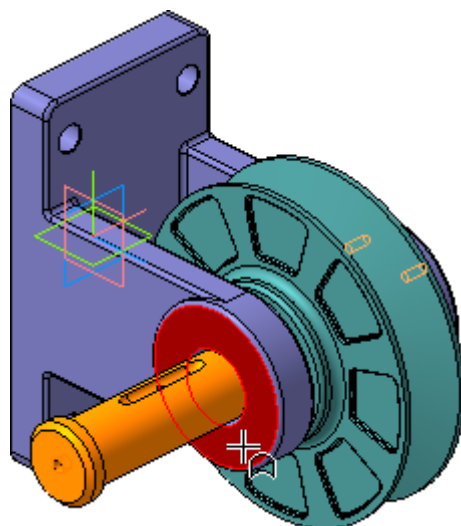

Рисунок 9.
- Поверните сборку и укажите грань на Вилке, в которую при сборке должна упереться Ось (рис.9).